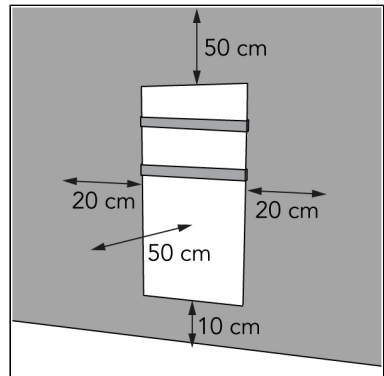

Abbildung 6.
2. Platzieren Sie das Gerät mit einem Mindestabstand (Abbildung 6) von: